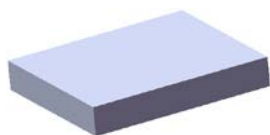
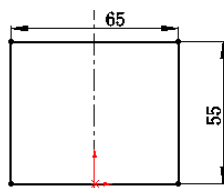

图 16.6.2 凸台—拉伸 1
图 16.6.3 横断面草图
Step2. 创建图 16.6.2 所示的零件基础特征——凸台—拉伸 1。
(1) 选择命令。选择下拉菜单 **插入(I)** → **凸台/基体(B)** → **拉伸(E)...** 命令(或单击“特征(F)”工具栏中的 按钮)。
(2) 定义特征的横断面草图。
① 定义草图基准面。选取前视基准面作为草图基准面。
② 定义横断面草图。在草图环境中绘制图 16.6.3 所示的横断面草图。
③ 选择下拉菜单 **插入(I)** → **退出草图** 命令，退出草图环境，此时系统弹出“凸台—拉伸”对话框。
(3) 定义拉伸深度属性。
① 定义深度方向。采用系统默认的深度方向。
② 定义深度类型和深度值。在“凸台—拉伸”对话框 **方向1** 区域的下拉列表中选择 **给定深度** 选项，在 **深度** 中输入深度值 10.0。
(4) 单击 **✓** 按钮，完成凸台—拉伸 1 的创建。